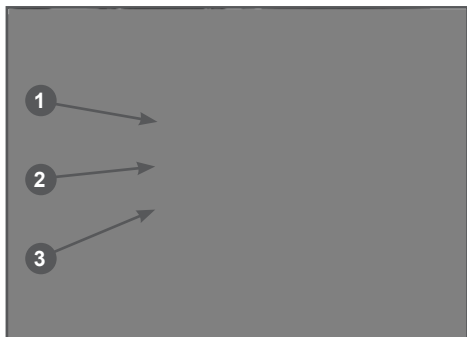

Рис. 6 Рычаг воздушной заслонки
4. Закройте воздушную заслонку. Для этого рычаг заслонки переведите в положение 1 (Рис. 6).
8. После запуска переведите двигатель в режим холостого хода. Для этого освободите фиксатор курка газа(D) быстро нажав и отпустив курок газа. Прогрейте двигатель в течение около 30 секунд (рычаг воздушной заслонки при этом находится в положении 2 (Рис. 6)), затем прогрейте двигатель в течение еще около одной минуты (рычаг воздушной заслонки находится в положении 3 (Рис. 6)).
В зависимости от температуры окружающей среды время прогрева двигателя может меняться. Определить, что двигатель прогрелся, можно по следующим признакам: двигатель устойчиво работает на холостых оборотах при полностью открытой воздушной заслонке (рычаг воздушной заслонки находится в положении 3(Рис.6)) и, при нажатии на курок газа, двигатель резко набирает обороты без провалов.